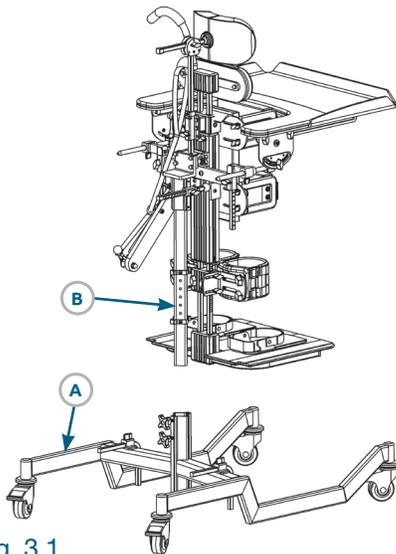

Fig. 3.1
Afin de faciliter son transport, le VERTIFLEX est conçu en deux sections, dont la base (A) et le châssis (B). (Fig. 3.1)
ASSEMBLAGE (Fig. 3.1 et 3.2)
DÉASSEMBLAGE (Fig. 3.1 et 3.2)